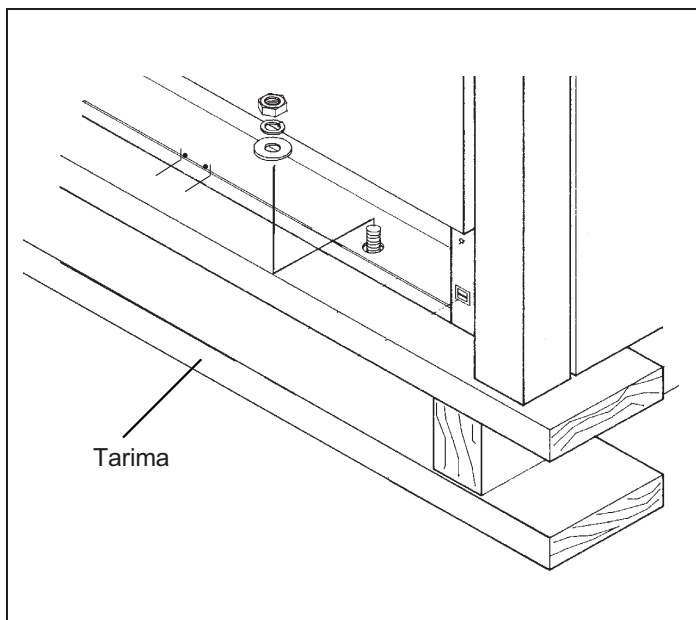

Figura 4: Quitar los cuatro (4) tornillos de transporte
- Quite la caja exterior de cartón y el material de empaque de la base de embarque. Las estufas de gas son fijadas a la tarima con cuatro (4) tornillos (vea Figura 4). Después de quitar los tornillos se debe levantar la estufa y sacarla de la tarima.